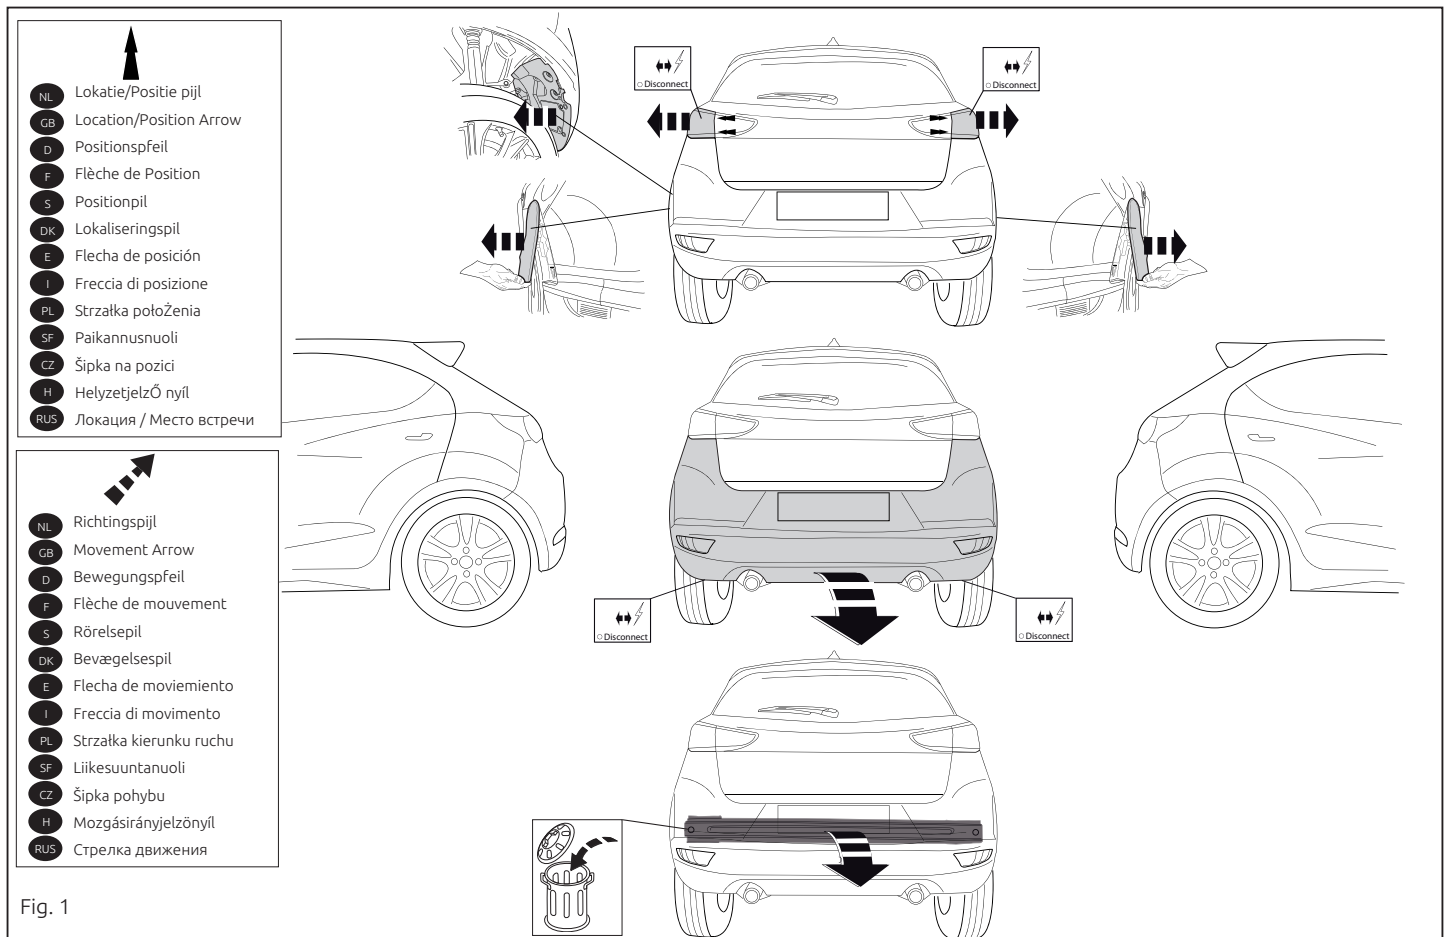

Fig. 1
1. Remove the rear-light units. Remove the bumper and the steel buffer beam from the vehicle. The buffer beam will no longer be needed. Replace the bolts. See figure 1.
Remove the rear-light units. Remove the bumper and the steel buffer beam from the vehicle. The buffer beam will no longer be needed. Replace the bolts. See figure 1.
1. Die Rücklichter abmontieren. Die Stoßstange einschließlich des stählernen Stoßbalkens vom Fahrzeug abmontieren. Der Stoßbalken wird nicht mehr benötigt. Die Schrauben wieder anbringen. Siehe Abbildung 1.
1. Démontez les feux arrière. Déposer le pare-chocs du véhicule y compris la traverse en acier ; la traverse ne sera plus utilisée. Remettez les boulons de fixations en place. Voir la figure 1.
1. Demonter baglysenhederne. Demonter kofangeren, inklusive køretøjets stålstødbjælke. Stålstødbjælken skal ikke længere anvendes. Sæt boltene på plads igen. Se fig. 1.
1. Снять оба блока задних фар. Снять бампер вместе со стальным буферным брусом автомобиля. Буферный брус больше не понадобится. Поставить болты на место. См. рисунок 1.